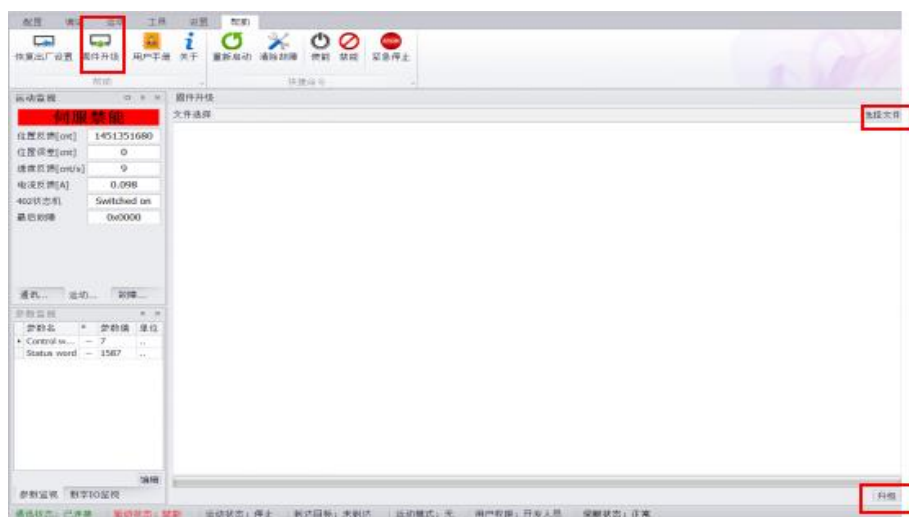

图 6-16 固件升级
①选择主菜单中的“帮助”, 点击“固件升级”, 打开固件升级界面, 如上图 6-16 所示。